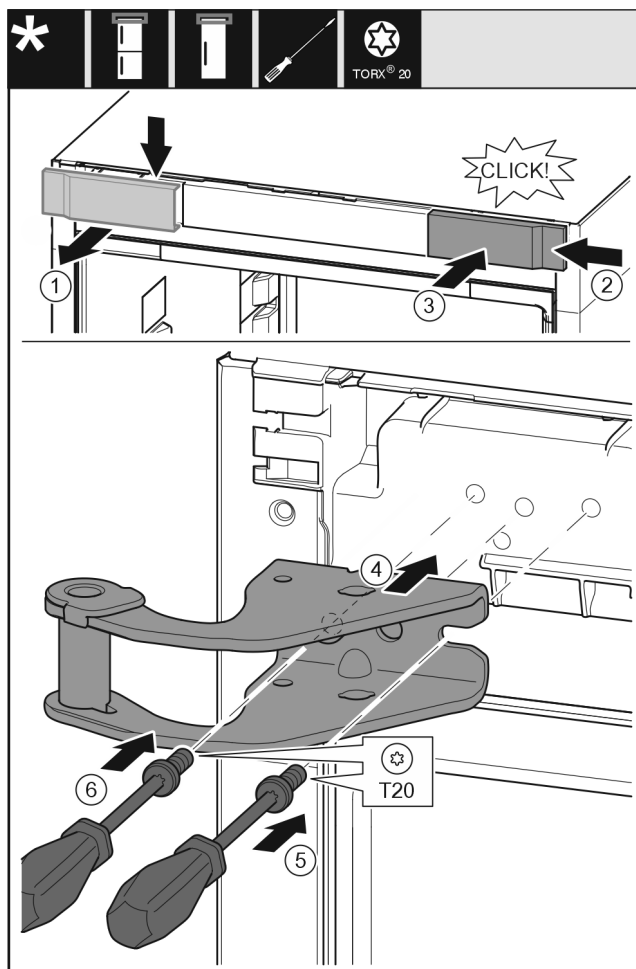

Fig. 32
- 从上方朝前取下盖板 Fig. 32 (1)。
- 将盖板 Fig. 32 (2) 旋转 180° 至另一侧从右边挂上。
- 插入盖板 Fig. 32 (3)。
- 装上上方的托架 Fig. 32 (4)。
- 用螺丝刀放上并旋紧螺钉 Fig. 32 (5)。
- 用螺丝刀放上并旋紧螺钉 Fig. 32 (6)。